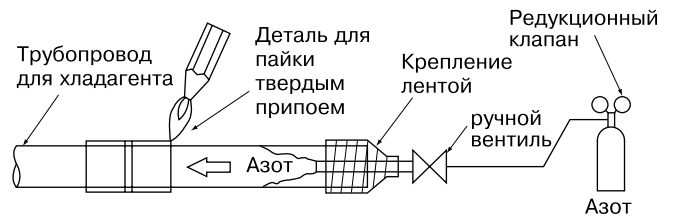

Рис. 7
- Выполните обдувание азотом или примените азот внутрь трубопровода с хладагентом (см. ПРИМЕЧАНИЕ 1) в случае пайки трубопровода (см. ПРИМЕЧАНИЕ 2). Затем выполните гаечное соединение внутреннего блока. (См. рис. 7)